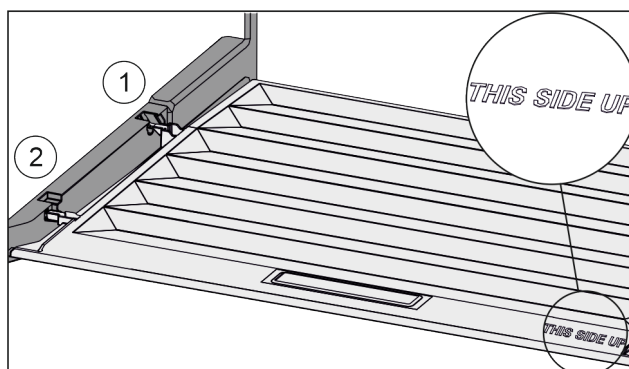

Fig. 132
- ▶ Juhtige kaane vahetoed tagumise hoidiku Fig. 132 (1) ava kaudu sisse ja fikseerige ees hoidikusse Fig. 132 (2).